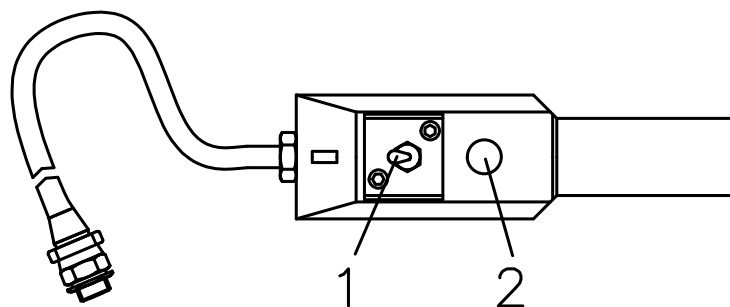
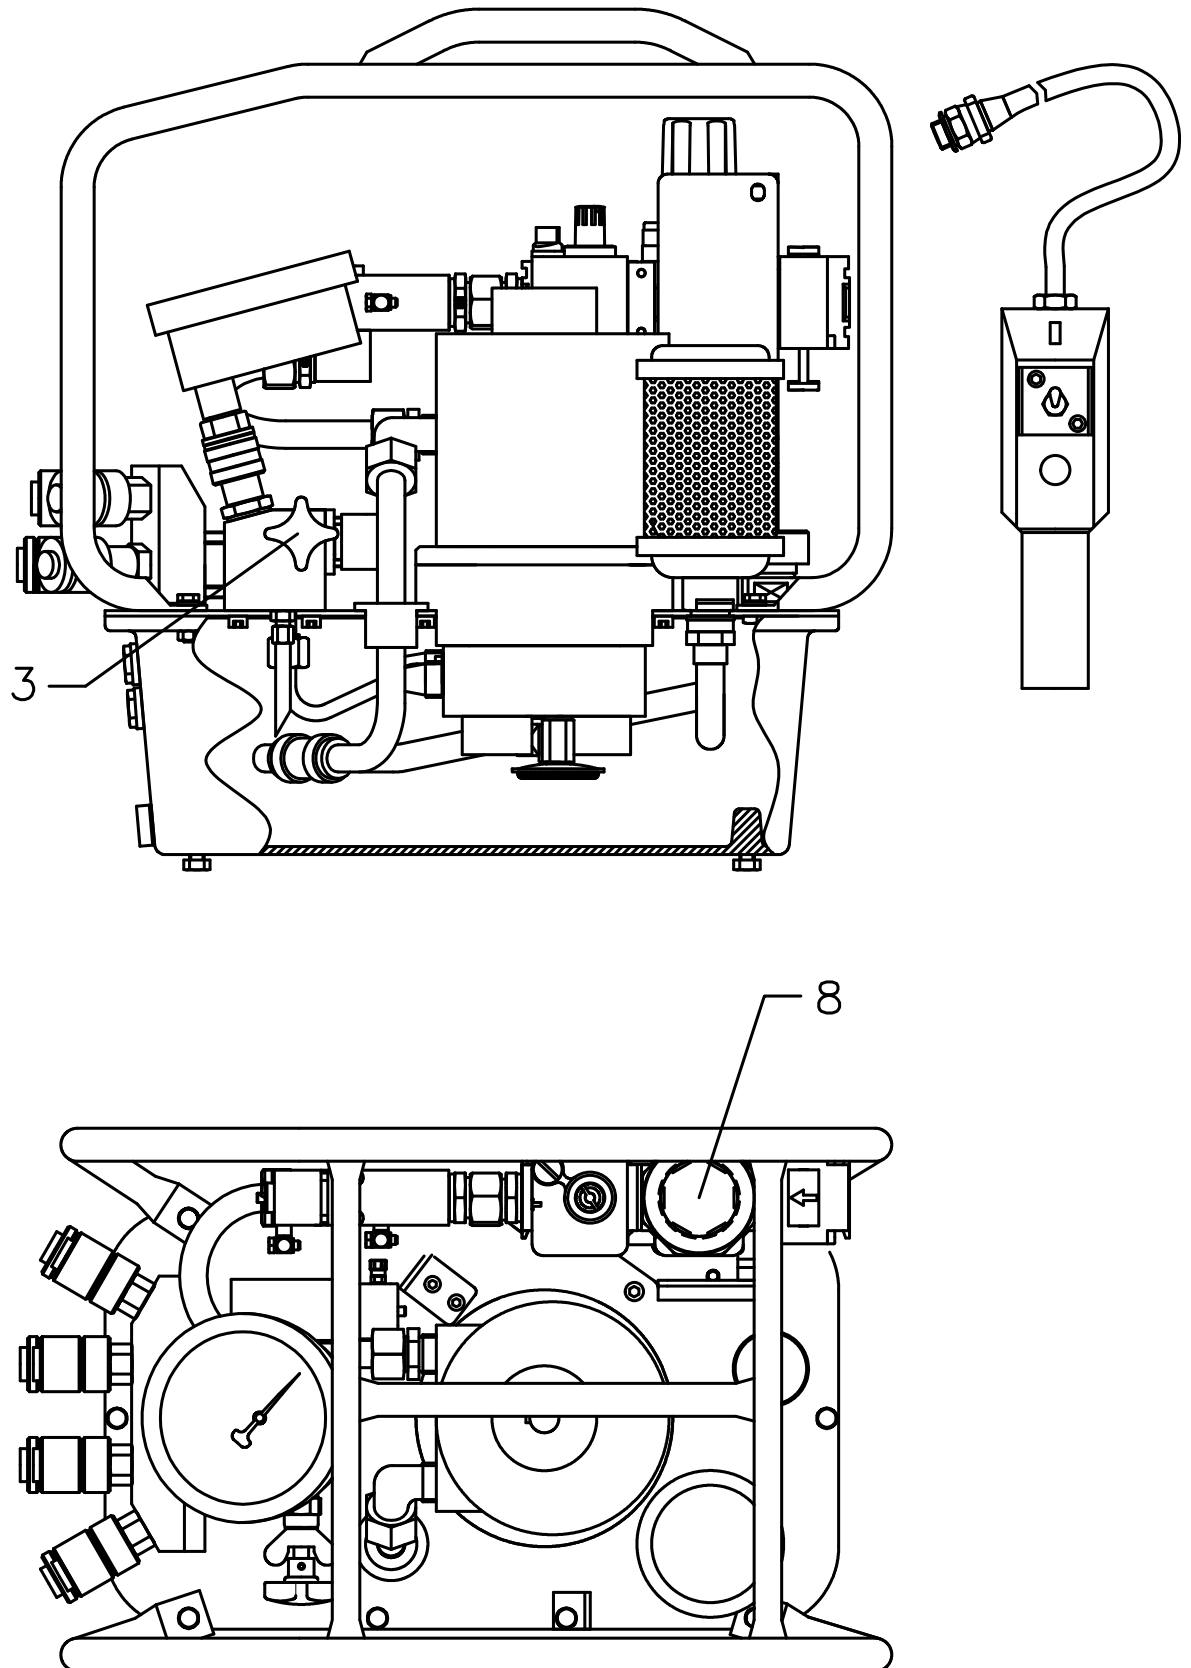

Abb.1
Abb.2
Die Hydraulikpumpe wird angetrieben von einem Pneumatik-Motor. Schliessen Sie die Druckluftversorgung an die an der Pumpe befindliche Wartungseinheit (Pos. 8, Abb. 2) mittels geeigneter Kupplung an. Kontrollieren Sie den Ölstand im Öler. Sollte er nicht mehr ausreichend sein, füllen Sie geeignetes Öl nach! Nähere Angaben hierzu finden Sie in der Ersatzteilliste.
Beim Umlegen des Kippschalters Pos. 1 an der Fernbedienung (Abb.1) läuft der Pneumatikmotor an und das angeschlossene Werkzeug geht in den Rückhub. Durch drücken des Knopfes 2 schaltet das Werkzeug in den Vorhub, beim Loslassen desselben wieder in den Rückhub. Am Druckeinstellventil Pos.3 (Abb.2) kann der benötigte Druck eingestellt werden.
By switching the toggle switch pos.1 of the remote control (Abb. 1) the pneumatic motor starts and the mounted tool retracts. By pressing the button pos.2 the tool advances, let the button go and it retracts again. You can adjust the necessary pressure at the relief valve pos.3 (Abb.2).